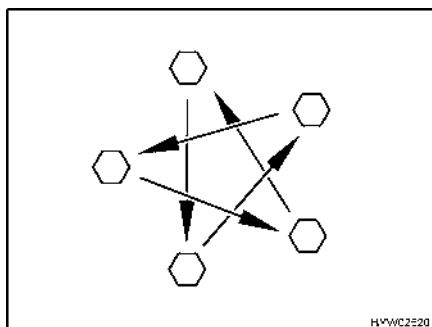

Fig. 192 Apretar las tuercas o los tornillos de las ruedas en forma de cruz
- Comprobar periódicamente que las tuercas o tornillos de las ruedas estén firmemente apretados. Reajustar en forma de cruz (Fig. 192) las tuercas o tornillos después de cambiar una rueda, al cabo de 50 km. Par de apriete, véase apartado 14.5.2.
- ▷ Apretar en forma de cruz las tuercas o los tornillos de las ruedas (Fig. 192).